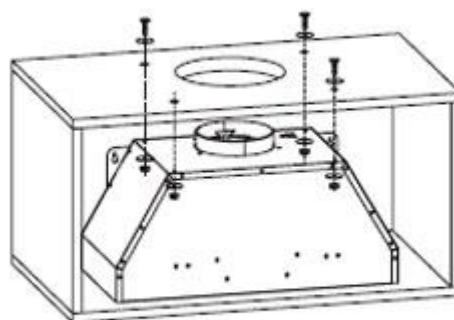

Рис. 10
2. Используйте 8 винтов М4*35, 8 шайб и 4 гайки для крепления корпуса к верхней части шкафа. Убедитесь, что корпус плотно прилегает к нижней части шкафа. Смотрите рис. 10.